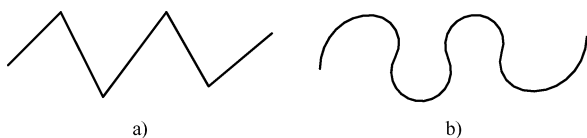

图 6-2 多段线拟合示例
- “拟合”：用于产生通过各顶点，且彼此相切的光滑曲线，如图 6-2 所示。